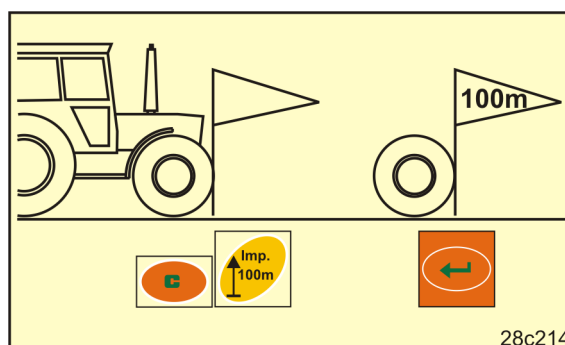

Fig. 26
2. Bring traktoren i startposition (Fig. 26) og såmaskinen i arbejdsposition (afbryd evt. såsædsdoseringen).